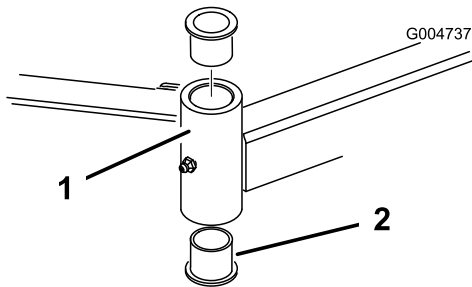

Bild 27
4. Stecken Sie einen Dorn oben oder unten in das Befestigungsrohr und treiben die Büchsen heraus (Bild 27). Treiben Sie dann die andere Büchse aus dem Rohr heraus. Reinigen Sie die Innenseite der Rohre.